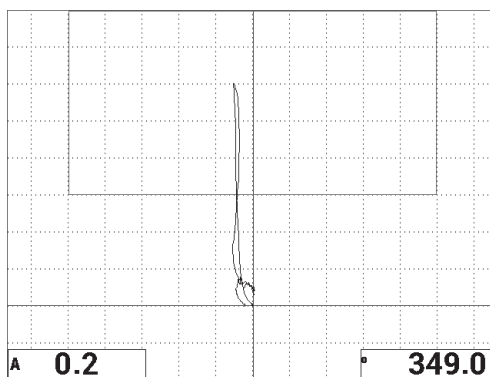

Рис. 6-27 Повторное сканирование зоны отслоения
7. Снова просканируйте зону отслоения (13 мм) [см. Рис. 6-27 на стр. 151].